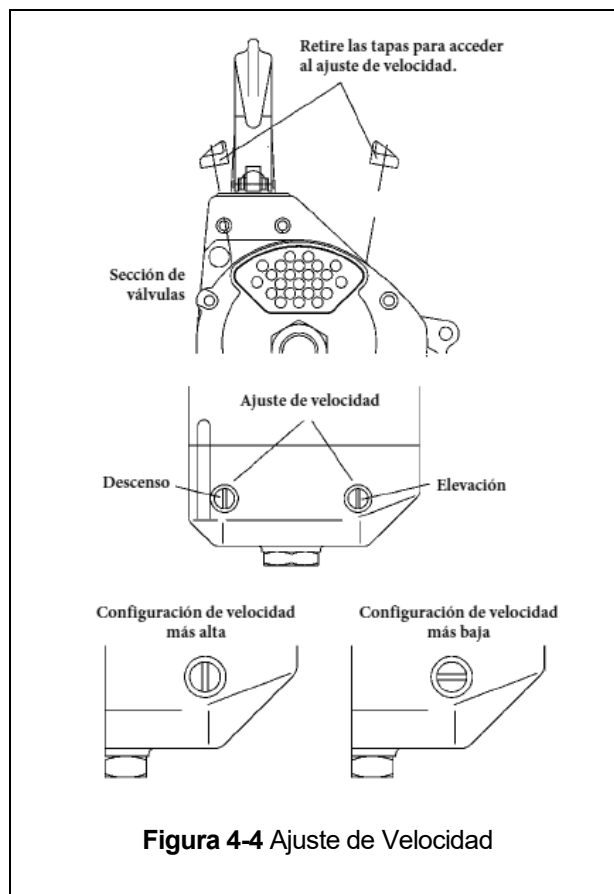

Figura 4-4 Ajuste de Velocidad
- 4.5.1 El polipasto/tecle está equipado con controles de ajuste de velocidad. Estos controles permiten reducir la velocidad de elevación y descenso del polipasto/tecle para aplicaciones que requieren velocidades más bajas o un mejor control de la velocidad. Los controles de ajuste de velocidad vienen configurados de fábrica para la velocidad máxima. Se encuentran en la parte superior de la sección de válvulas del polipasto/tecle, como se muestra en la Figura 4-4.
- 4.5.3 Para reducir la velocidad de elevación/descenso, retire las tapas de ajuste de velocidad para acceder a los tornillos, como se muestra en la Figura 4-4. Las tapas pueden ser de plástico o aluminio. Visto desde el lado de la válvula del polipasto/tecle, el tornillo de ajuste de descenso está a la izquierda y el de elevación a la derecha. Los mecanismos de ajuste de elevación y descenso no están conectados, lo que permite ajustes separados para velocidades de elevación y descenso.
- 4.5.4 Según la Figura 4-4, el polipasto/tecle alcanza su velocidad máxima cuando el tornillo está en posición vertical y su velocidad mínima cuando está en posición horizontal. La velocidad se puede ajustar entre estas posiciones.